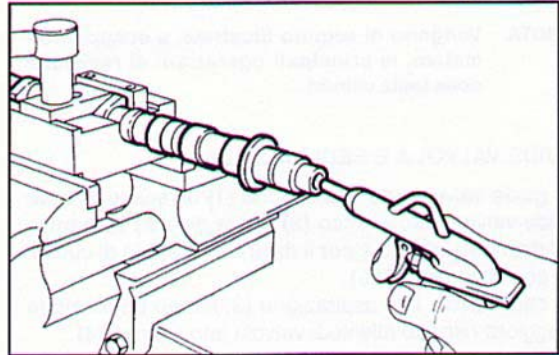

Fig. 189 ▼
- svitare i prigionieri anteriore e posteriore, pulire con astina a punta elicoidale le condutture olio, quindi soffiare con aria compressa (**Fig. 189**);
- unscrew the front and rear studs, clean the oil ducts with a rod with helix tip, and blow with compressed air (**Fig. 189**);